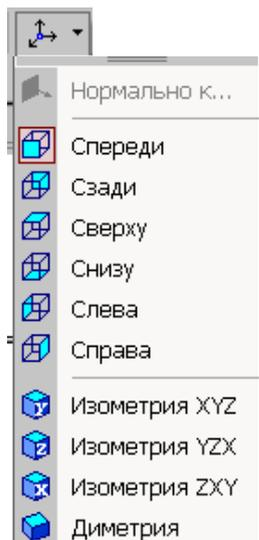

Рис.61 Выбор ориентации модели
**Ориентация**, позволяющая расположить модель в стандартной проекции (рис.61).